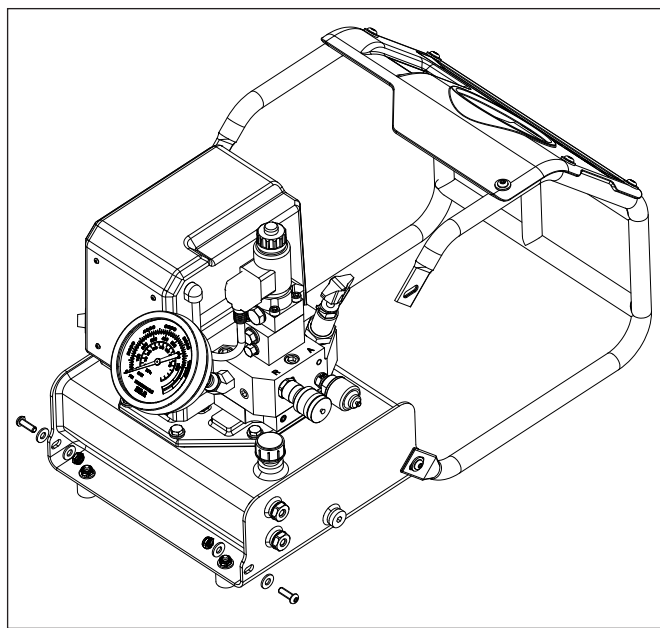

Figura 7: Limpar o Reservatório
3. Remova os 2 parafusos, arruelas e porcas que fixam a gaiola de proteção ao reservatório. Solte os outros 2 conjuntos de parafusos de fixação. Gire a gaiola de proteção conforme mostrado. Veja a Figura 7